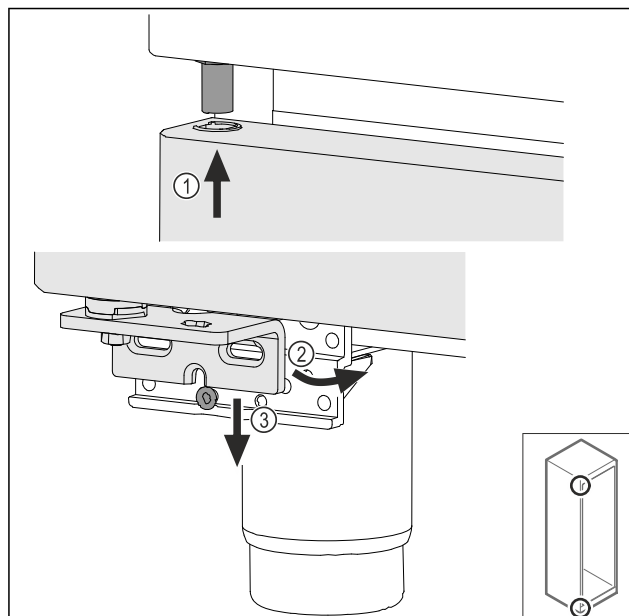

Fig. 74
- ▶ Inserire la porta leggermente inclinata in alto Fig. 74 (1), addezzare la porta Fig. 74 (2) e posizionarla in basso sulla vite del blocco di supporto Fig. 74 (3).